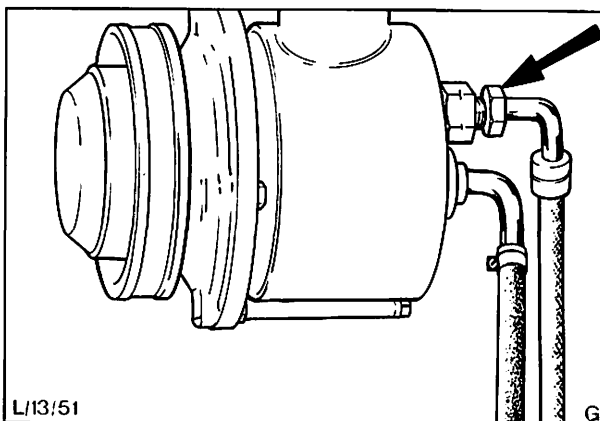

Abb. 51 Druckleitung von der Pumpe abschrauben
4. Druckleitung von der Pumpe abschrauben, Abb. 51.